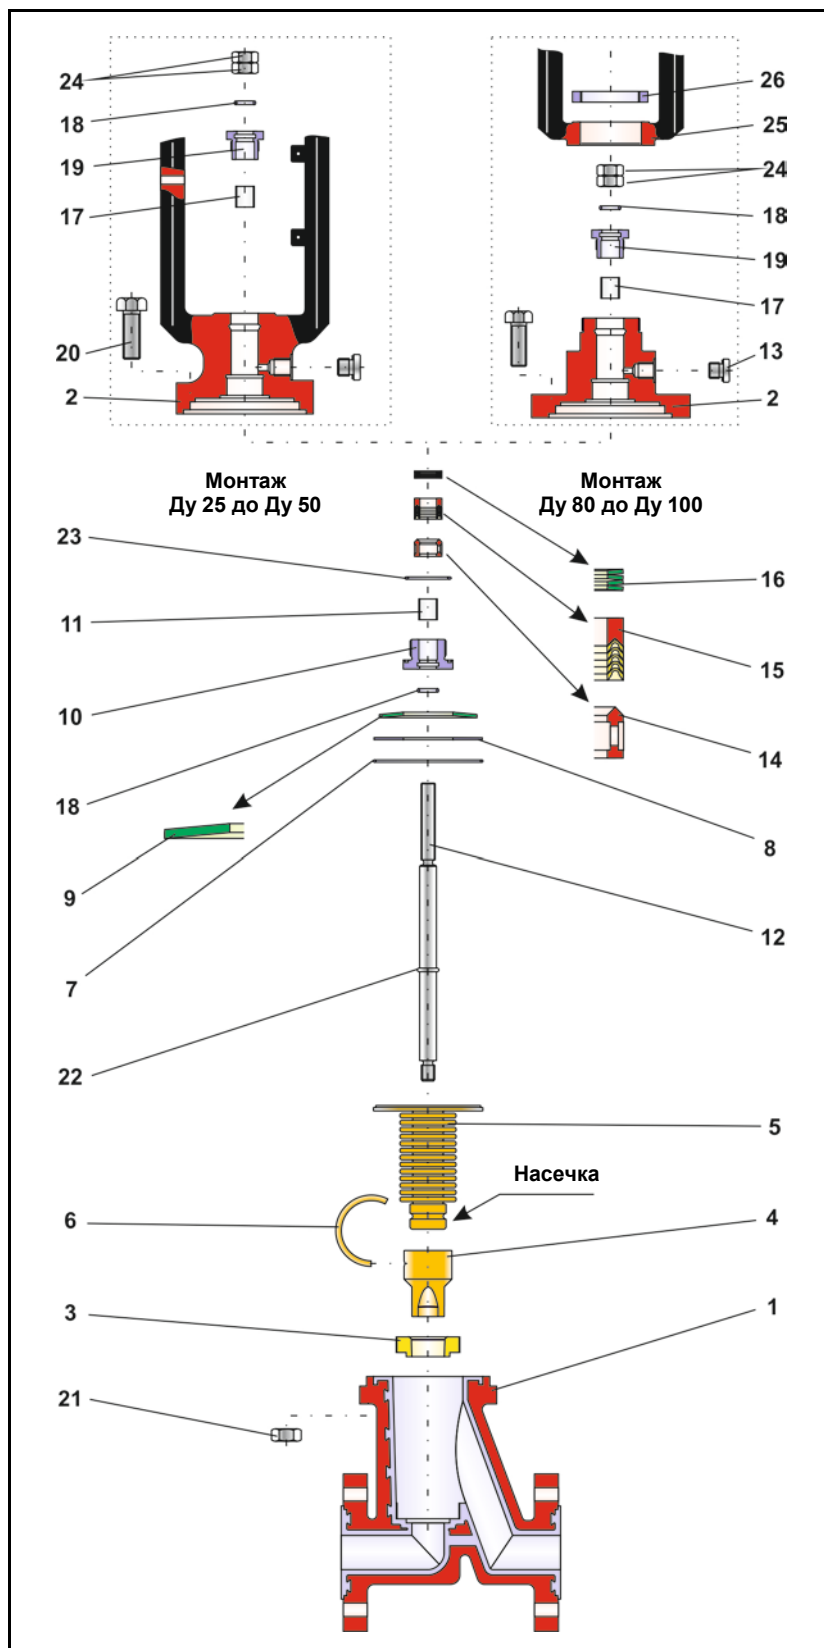

Рис. 3 – Детальная схема регулирующего клапана BR 1b, выпущенного после 2006 г.
**Важно:** При сборке обязательно следует учитывать расположение и порядок установки деталей согласно детальной схеме (рис. 3).
Вложить пакет тарельчатых пружин ( 16 ) в предусмотренное для этого отверстие. Порядок расположения тарельчатых пружин приводится на детальной схеме клапана (рис. 3).
Затем последовательно устанавливается последнее кольцо, сальники уплотнительной манжеты ( 15 ) и дистанционный валик ( 14 ). Порядок расположения деталей приводится на детальной схеме клапана (рис. 3).
Вставить тарельчатую пружину ( 9 ), упорную шайбу ( 8 ) и кольцо ( 7 ) в фланец крышки ( 2 ). Порядок расположения деталей приводится на детальной схеме клапана (рис. 3).